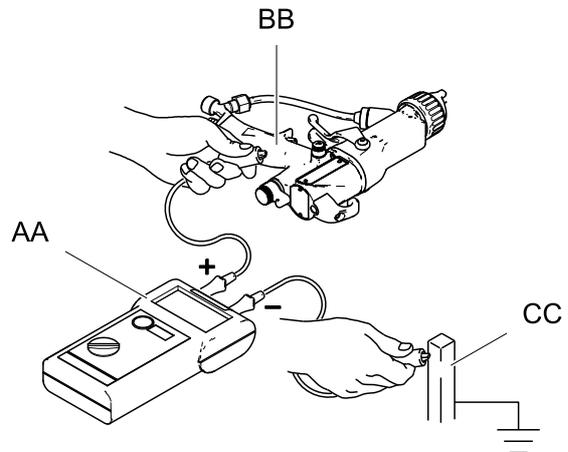

Figure 16 Verificare la messa a terra elettrica della pistola
Il megaohmetro 241079 (AA, vedere la Fig. 16) non è approvato per l'uso in aree pericolose. Per ridurre il rischio di scintille, non utilizzare il megaohmetro per verificare la messa a terra elettrica, se non nei casi indicati di seguito:
2. Portare in posizione OFF (O) l'interruttore di accensione/spegnimento ES.
5. Accertarsi che il flessibile dell'aria con messa a terra (AH) sia collegato e che il filo di terra del flessibile sia collegato a una messa a terra efficace.
6. Misurare la resistenza tra l'impugnatura della pistola (BB) e una messa a terra efficace (CC). Utilizzare una tensione applicata compresa tra 500 V e 1000 V. La resistenza non deve superare 1 megaohm. Vedere la Fig. 16.